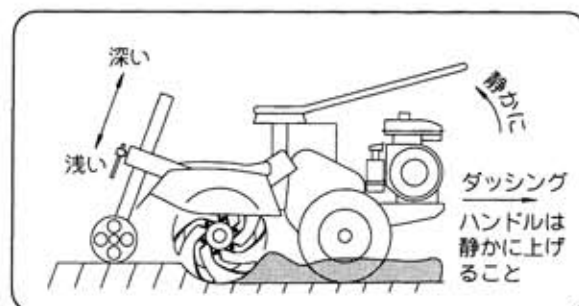

図32
- ① 前輪の上下によって作業深さが変わります。
- ② ロータリー側を下げる時はハンドルを静かに上げてください。硬い圃場で急にハンドルを上げるとロータリー爪の反力で機体が押戻されけがをする恐れがあり危険です。(図32)